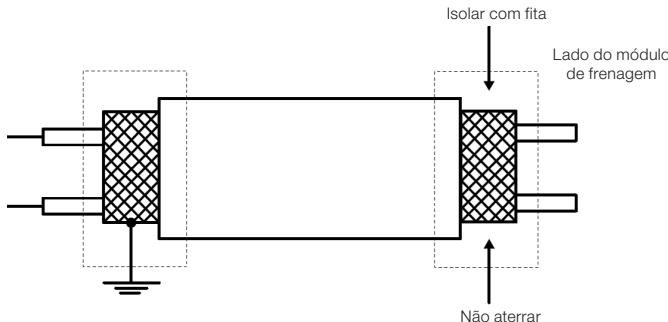

Figura 3.9: Conexão da blindagem
- X1: Entrada de alimentação auxiliar para ventilador (220 Vca / 250 mA), ver Figura 3.9 na página 85.